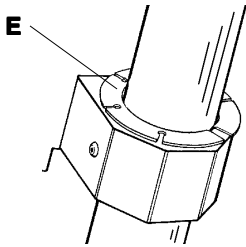

Figure 31
The **CUTTING HEAD** slides on three low friction **BUSHINGS (E)**, **Figure 31**. It is unlikely they will require replacement, but they can be removed as follows.
Der **Schneidekopf** gleitet auf drei fast abriebfreien **Buchsen (E)**, **Abbildung 31**. Diese müssen nur in sehr ungewöhnlichen Fällen ausgetauscht werden. Nachfolgend die Austauschweisungen.
La **TÊTE DE COUPE** glisse sur trois **ROULEMENTS (E)** à faible friction, **Figure 31**. Il est peut probable qu'ils aient besoin d'être remplacés mais ils peuvent être démontés comme suit.